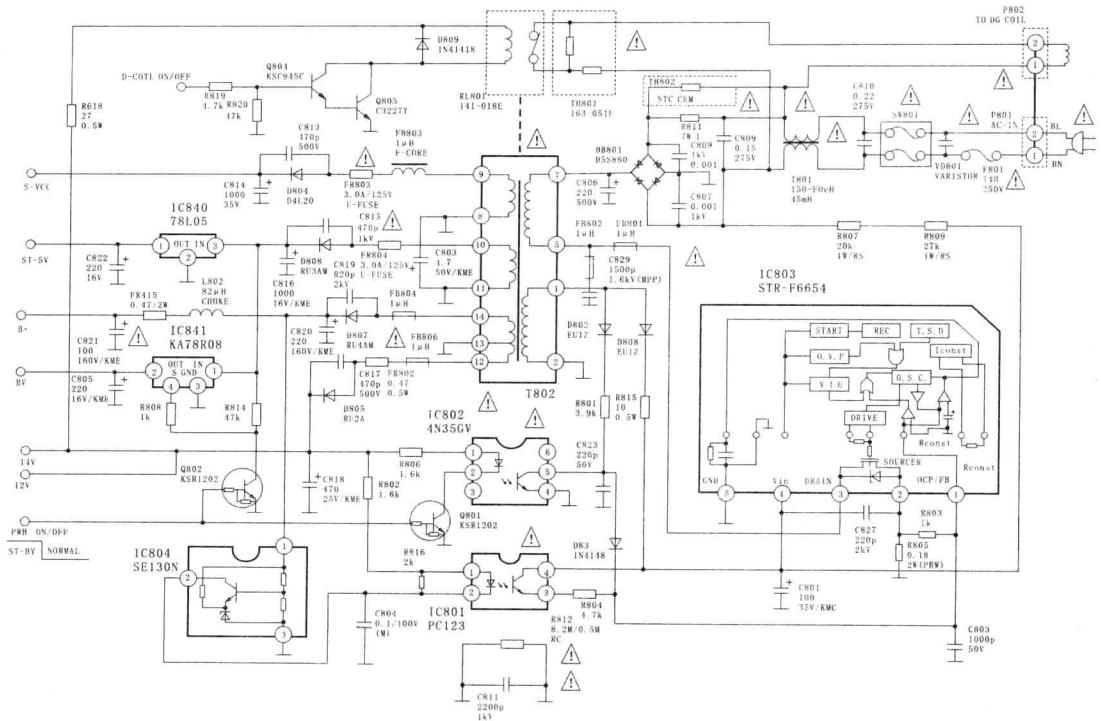

图 1-3 LG CF29H82 型彩电开关电源电路
工作原理 (图 1-3)交流 220V 电压经熔断丝 F801、压敏二极管 VD801、电源开关 SW801、互感线圈 T801,之后加到桥式整流堆 DB801 进行整流,经 C806 滤波获得 300V 直流电压,作为开关电源的工作电压。该电压经开关变压器 T802 的初级绕组⑦—⑤加到稳压控制集成电路 IC803(STR-F6654)的③脚(即开关场效应管的漏极)。同时,220V 交流电压的一端经启动电阻 R807、R809 为 IC803 的④脚输出脉冲电压,使 IC803 内的振荡电路开始振荡。开关变压器 T802 的①脚输出脉冲电压经 D808 整流、C801 滤波形成的正反馈电压加到 IC803 的④脚,使开关电路进入稳定的振荡状态。